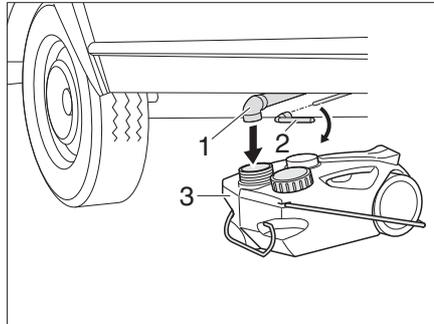

Fig. 138 Réservoir d'eaux usées sous plancher
- Mettre le réservoir d'eaux usées mobile (Fig. 138,3) sous la tuyauterie d'évacuation (Fig. 138,1).
- Insérer la clé à pipe (Fig. 138,2) dans la vis à quatre pans.